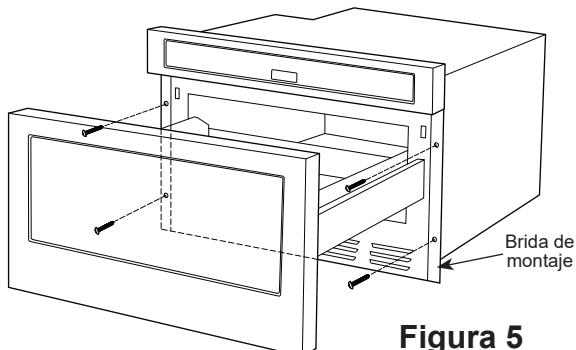

Figura 5
6. Deslice el cajón en su totalidad hasta que la lengüeta de montaje quede nivelada con la cara del gabinete. Consulte la figura 5.
7. Abra el cajón. Usando los 4 agujeros de las lengüetas de montaje como plantilla, perfore agujeros piloto sobre el gabinete usando una broca de 1/16". Consulte la figura 5.